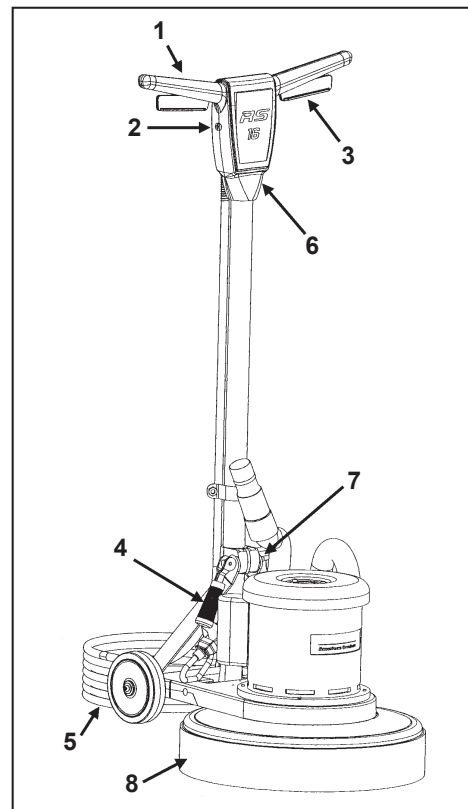

Figura 1
FAMILIARÍCESE CON SU MÁQUINA (Figura 1)
2. RS-16 DC: Instale el faldón de polvo como se muestra en la figura 1, ítem 8; tensando la banda hacia abajo.